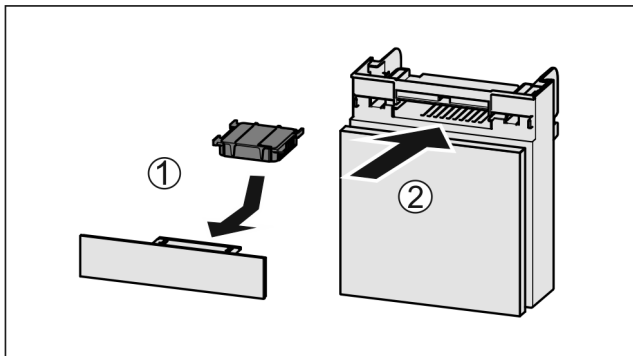

Fig. 173
- ▶ Вставити фільтр з активованого вугілля за малюнком Fig. 173 (1).
- ▶ Вставити відділення Fig. 173 (2).